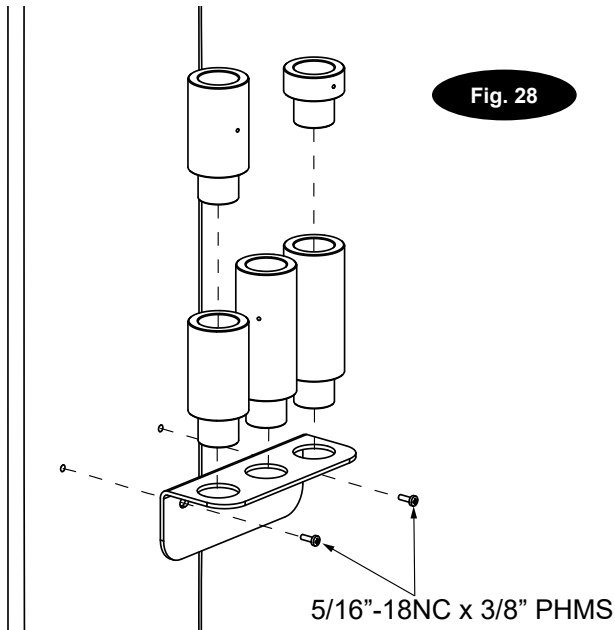

Fig. 28
**23. Ajuste del cable de equalización:** Subir el elevador para comprobar la tensión del cable de equalización. Por debajo del carro, sujetar los cables cercanos con el pulgar y el índice. Con un esfuerzo de aprox. 6,8kg, solo se tiene que juntar los cables (Fig. 28). Regular en las placas de soldado superiores (Fig. 17).